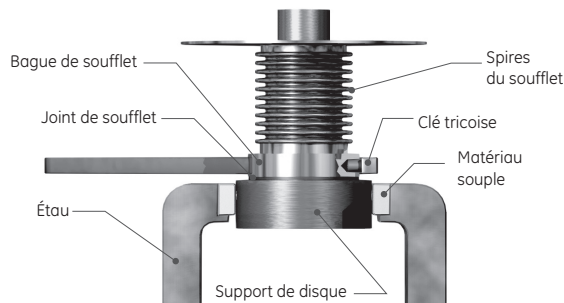

Figure 29 : Retrait de la bague de soufflet
12. Pour les soupapes à orifices D à U, le soufflet est fixé au support de disque par un filetage à droite. Utilisez une clé de serrage spéciale sur la bague du soufflet pour le retirer en tournant dans le sens inverse des aiguilles d'une montre (figure 29).